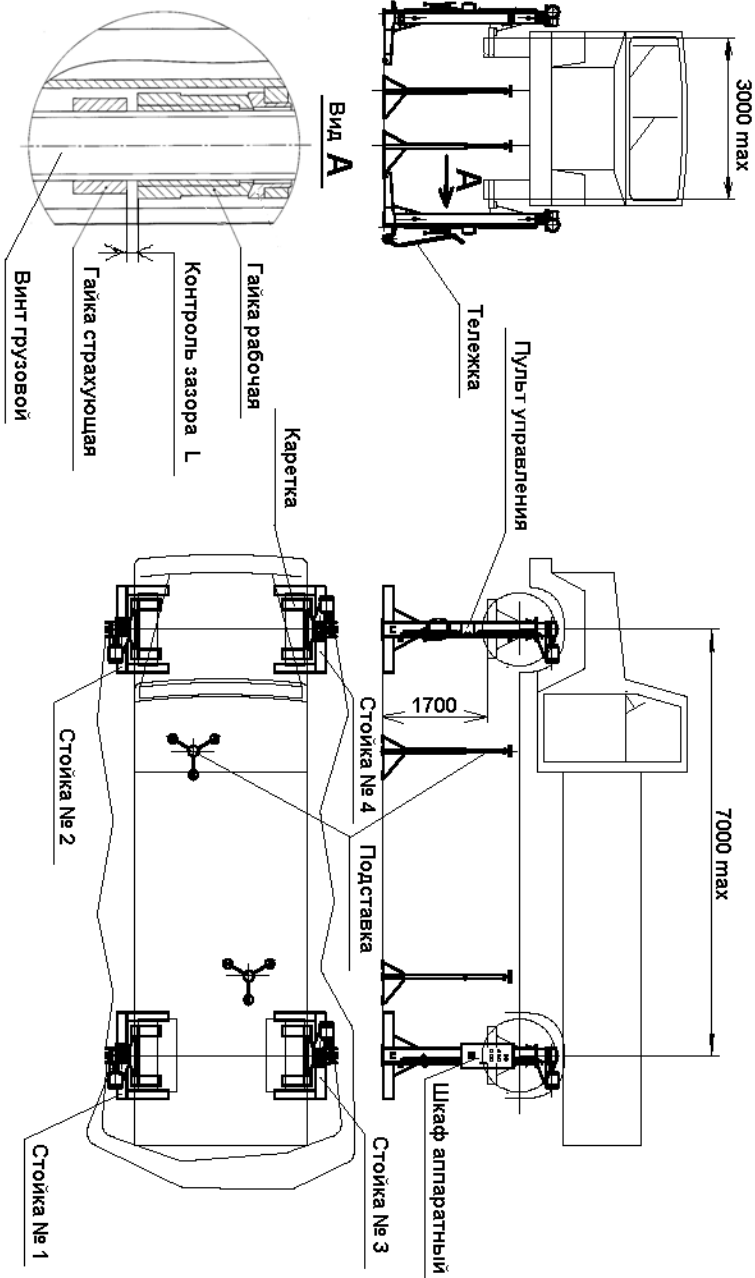
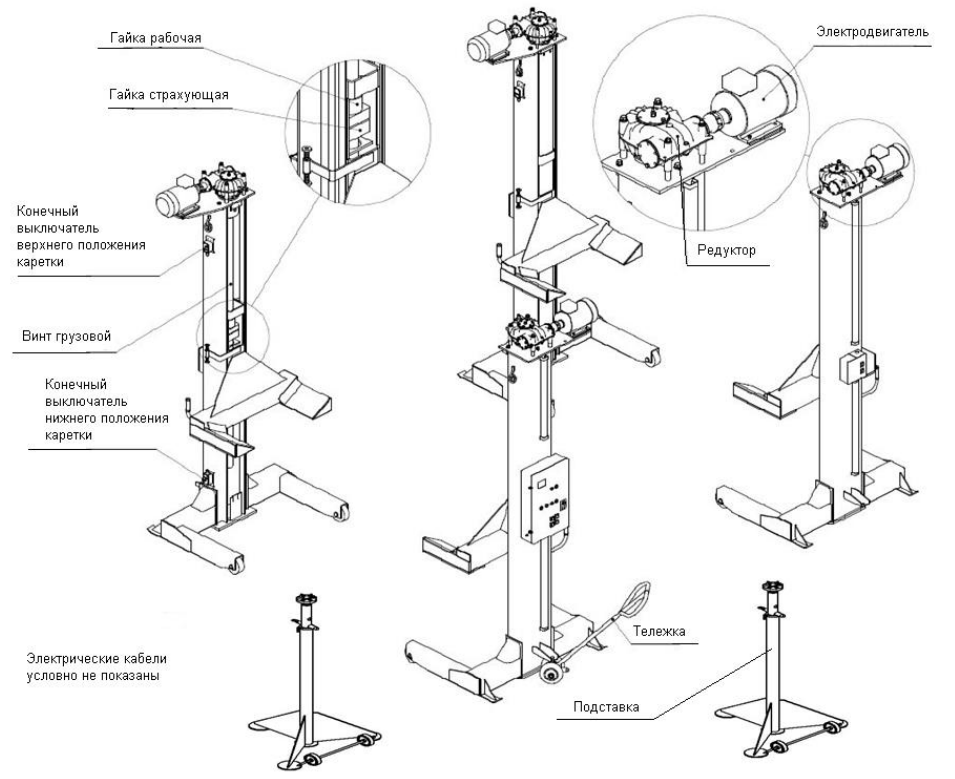

Рис. 1. Подъемник передвижной ПП - 16
Рис. 2. Составные части подъемника передвижного ПП - 16
4.1. Подъемник состоит из четырех стоек (см. Рис.1 и Рис.2), каждая из которых имеет электромеханический привод, каретку, грузовой винт, рабочую и страховую гайки, конечные выключатели верхнего и нижнего положения кареток. На первой стойке установлен шкаф аппаратный, имеющий корпус с панелью электрооборудования, автоматический выключатель, лампочку «Сеть», «Авария», кнопки «Вверх» и «Вниз» для управления первой стойкой и кнопки «Вверх» и «Вниз» для управления всеми стойками одновременно. На остальных стойках установлены посты управления с кнопками «Вверх» и «Вниз» для управления данной стойкой.